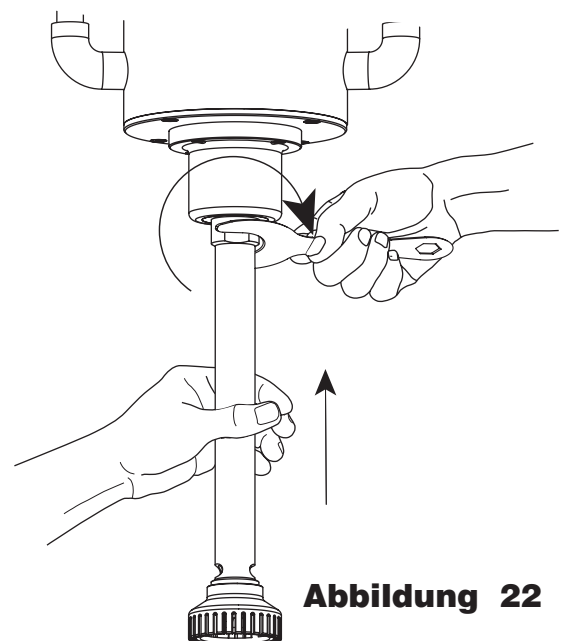

Abbildung 22
4) Rührstab auf dem Kopf des Mixers mit dem vorgesehenen Schlüssel anschrauben und blockieren (Abb. 22)